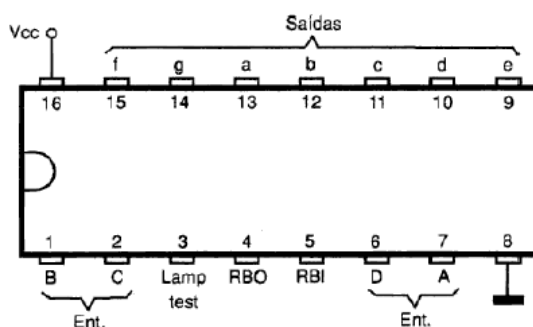
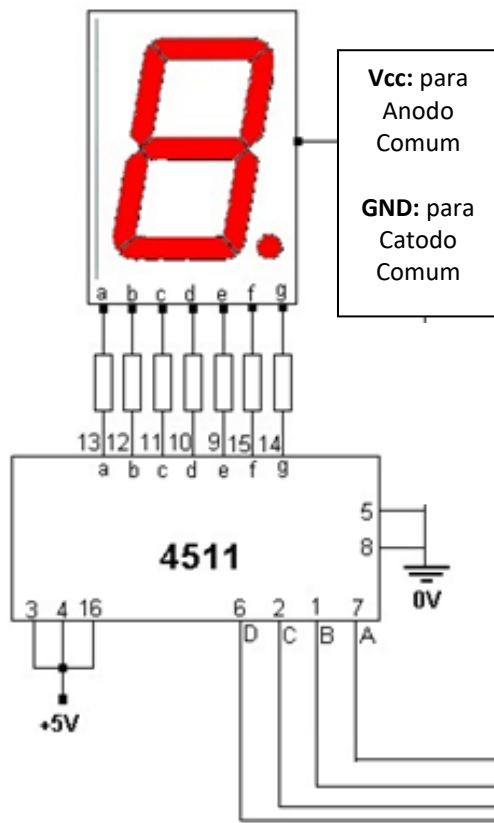

Fig. 9 – Decodificador de BCD para 7 Segmentos 4511).
Fig. 14 – Circuito de aplicação do Bloco Somador.
- Projetar e montar, conforme Fig. 14, um circuito somador binário paralelo de dois números binários com palavras de 04 bits utilizando módulos somadores (CI 74283 – Fig. 13 abaixo), decodificadores (CI 4511 – vide Fig. 9) e um *display* de 7 segmentos e verificar o funcionamento do conjunto;